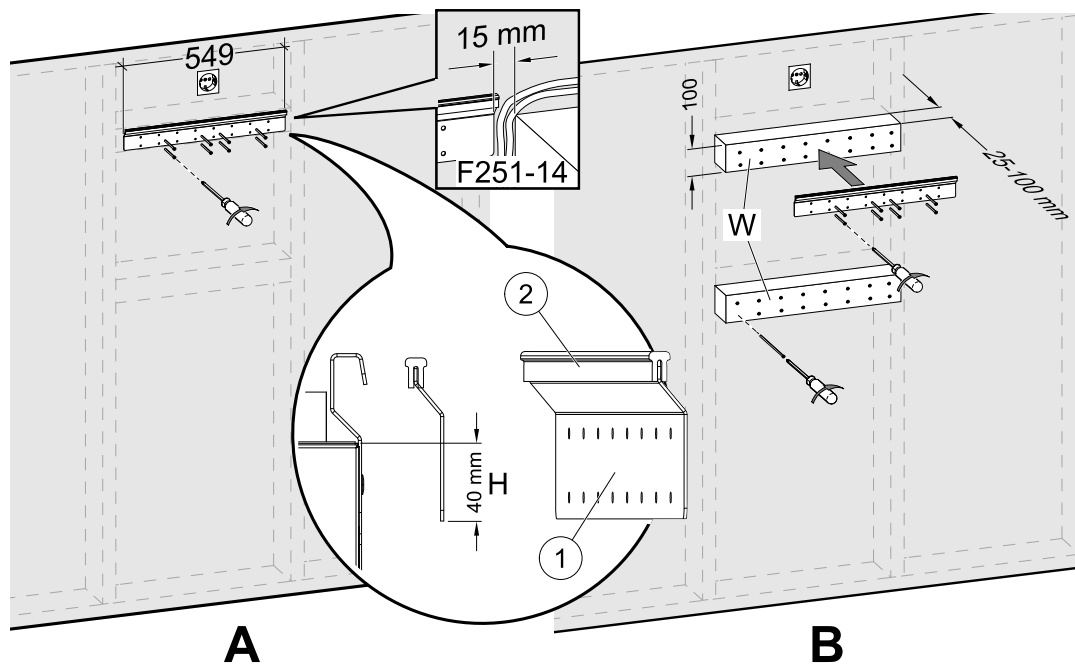

Bild 6 Installation der Wandhalterung mit oder ohne Unterkonstruktion
2. Schrauben Sie die Wandhalterung (Pos. 1) mit dem Vibrationsdämpfungs-pad (Pos. 2) an die Wand (Abbildung 6, Pos. A). **Schrauben sind nicht im Lieferumfang enthalten**, wählen Sie diese anhand Ihres Wandtyps aus. Verwenden Sie geeignete Löcher, um die Halterung an der Wand festzuschrauben. Die Unterkante der Halterung sollte 40 mm (H) unter der Geräteoberseite liegen.
Falls die Tiefe der Schränke viel größer ist als die des Geräts, installieren Sie eine Unterkonstruktion (Pos. W), um den fehlenden Abstand auszugleichen (Abbildung 6, Pos. B). Montieren Sie die Wandhalterung am oberen Block. Wählen Sie die Dicke der Blöcke entsprechend den Anforderungen um das Gewicht zu tragen.